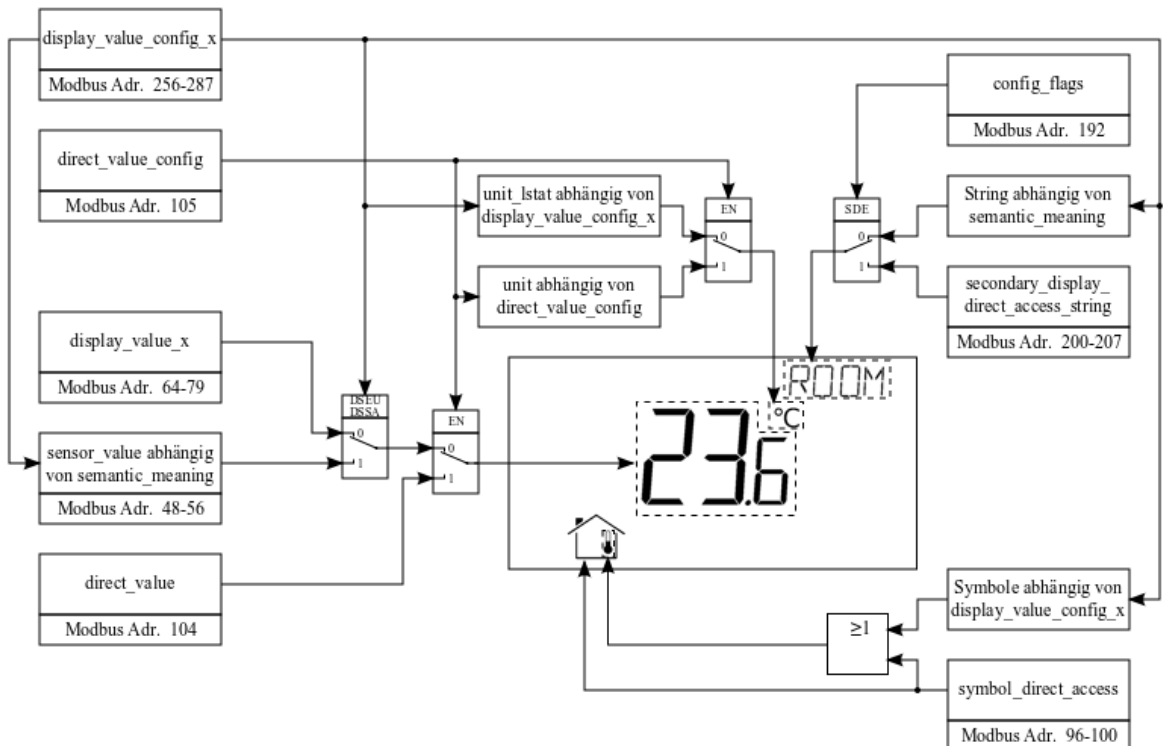

Abbildung 8: Modbusregister Verwendung für Anzeigewerte
Die folgende Abbildung 8 veranschaulicht, welche Modbusregister Einfluss auf den angezeigten Wert, die Einheit, den Text im Zweitdisplay oder die Symbole haben. Abhängig von den Einstellungen in den Konfigurationsregistern sind verschiedene Kombinationen möglich, um das gewünschte Ergebnis zu erhalten.
<p>① Ein Sensorwert kann als Quelle für einen Anzeigewert dienen. Dafür muss das DSSA oder DSEU Bit sowie die semantische Bedeutung (semantic meaning) bei der zutreffenden Anzeigewertkonfiguration auf Adresse 256 bis 286 gesetzt sein (siehe Tabelle 31 auf Seite 44). Wenn das DSSA oder DSEU Bit gesetzt ist, bedeutet dies, dass ein Sensorwert anstelle eines Anzeigewerts zur Darstellung verwendet wird. Die semantische Bedeutung legt fest, welcher Sensorwert als Quelle für die Anzeige verwendet wird. Für eine graphische Darstellung dieses Themas nehmen Sie bitte Bezug auf Abbildung 8 auf Seite 25.</p> <p>② sensor_value_0, sensor_value_1 und sensor_value_3 sind 16 Bit vorzeichenbehaftete Werte. Alle anderen Sensowerte sind als vorzeichenlose 16 Bit Werte definiert. Die Werte sind entsprechend Tabelle 42 auf Seite 58 skaliert.</p>
<p>① Das DSSA oder DSEU Bit bei der zugehörigen Anzeigewertkonfiguration auf Adresse 256 bis 286 um den Inhalt des Anzeigewertregisters anzuzeigen (siehe Tabelle 31 auf Seite 44). Wenn das DSSA oder DSEU Bit gelöscht ist, bedeutet dies, dass ein Anzeigewert anstelle eines Sensorwerts zur Darstellung verwendet wird. Die semantische Bedeutung legt fest, welcher Text zusammen mit dem Anzeigewert erscheint. Für eine graphische Darstellung dieses Themas nehmen Sie bitte Bezug auf Abbildung 8 auf Seite 25.</p> <p>① Alle Register repräsentieren 16 Bit vorzeichenbehaftete Werte. Entsprechend der Modbus Einheit (modbus_unit), welche durch die entsprechende Anzeigewertkonfiguration auf Adresse 256 bis 287 (Tabelle 31 auf Seite 44) definiert wird, müssen die Werte entsprechend Tabelle 42 auf Seite 58 skaliert werden, um das gewünschte Ergebnis zu erzielen.</p>